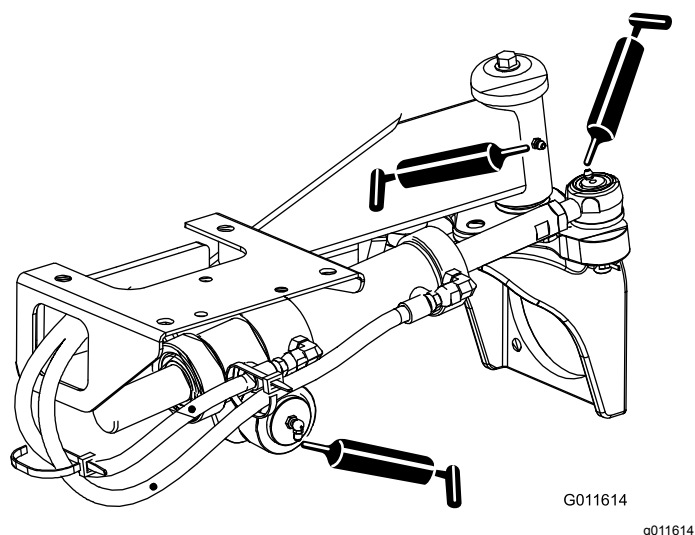

Figura 33
- Giunti a sfera del cilindro di sterzo (2) e assale posteriore (1) - Figura 33